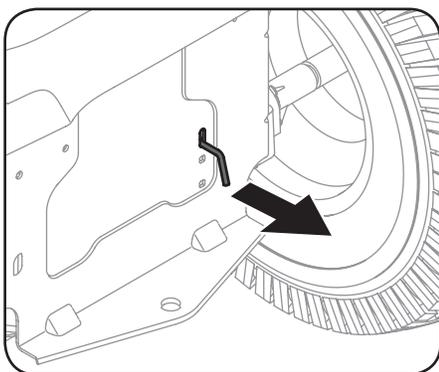

Figure 2-1
1. Engagez la tige de dérivation de la transmission pour déplacer le tracteur manuellement sans le démarrer. La tige de dérivation de la transmission est située à l'arrière du tracteur, sur le châssis. Tirez la tige de dérivation pour l'engager. Voir Figure 2-1.
2. Après avoir déplacé le tracteur, poussez la tige de dérivation de la transmission pour la désengager. Voir Figure 2-1.